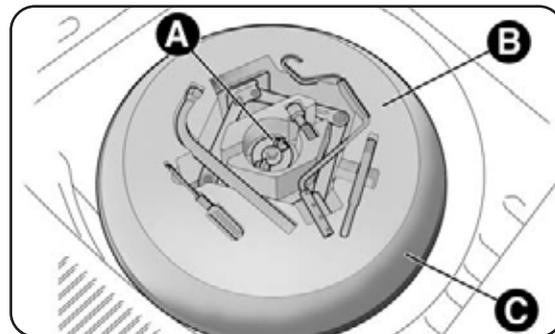
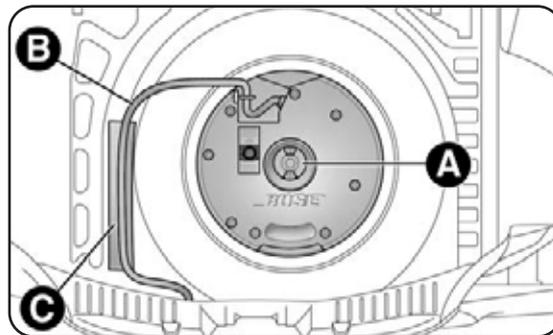

fig. 3
fig. 10
- desapertar o dispositivo de bloqueio A-fig. 3, retirar a caixa de ferramentas B e levá-la para o lado da roda a substituir, retirar depois a roda sobresselente C;
- desapertar o dispositivo de bloqueio A-fig. 10 e levantar o Subwoofer e sucessivamente remover o cabo de ligação B do velcro C;
- apoiar o cabo B-fig. 10 no velcro C para evitar de o arranhar. Sucessivamente aparafusar o dispositivo de bloqueio A-fig. 3. Baixar o tapete de revestimento da bagageira.